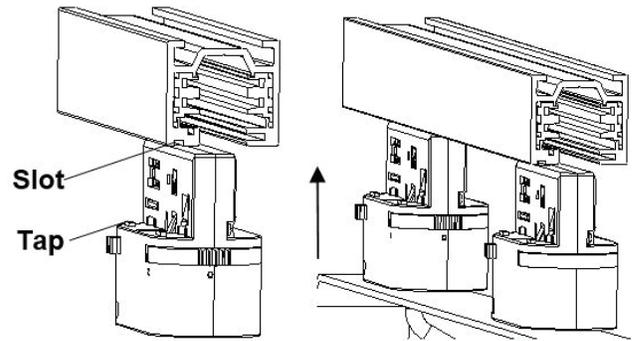

FIG 9A: ADAPTER TO BE INSERTED
3. Align this tab to the slot on the track (Fig 9a).